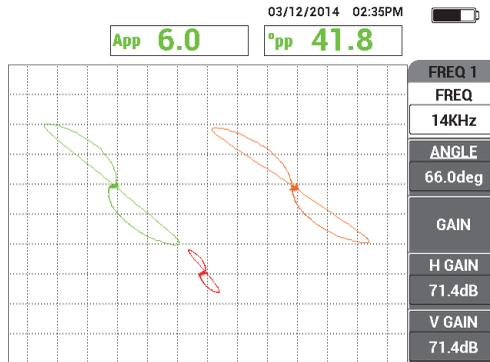

Figura 5-146 Escaneo de la perforación transversal de pared
16. Coloque la sonda al lado de la perforación transversal de pared y, a continuación, pulse el conmutador de pedal NULL (cero). Después, escanee la perforación con un movimiento de tracción. Vea la Figura 5-146 en la página 249.